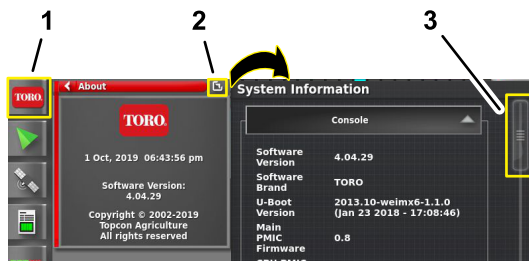

Рисунок 210
1. Нажмите на значок информации о системе и затем проведите по значку полноэкранного режима в верхнем правом углу окна информации о системе (Рисунок 210).